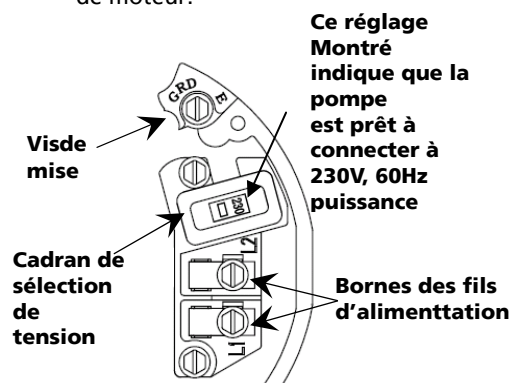
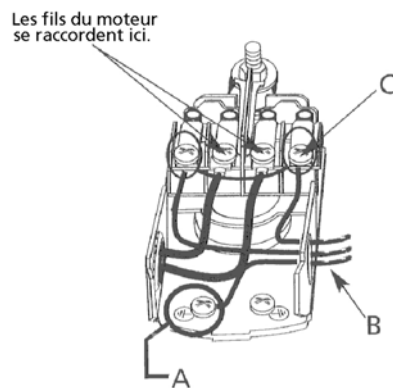

Figure 13- Tension réglée sur 230 volts, type à cadran
Figure 14- La série de tension à 230 Volts, Composer la Couverture de Typend
Votre plaque à bornes de moteur (placé sous le couvercle d'embout de moteur) devrait ressembler à celui sur le Figure 13.
2. Choisissez la position HAUTE de bouton pour 115V ou la position basse pour 230V, jusqu'à ce que 115 ou 230 montrés dans la fenêtre de cadran (voir le Figure 13).
En remplaçant le moteur, le contrôle qui télégraphie le diagramme sur la plaque moteur contre le diagramme, voir la Figure 13 à la page 15. S'ils ne sont pas le même, suivre le diagramme sur le moteur, voir la Figure 14.
1. Connecter le fil de masse premièrement selon Figure 13 à la page 14. Le fil de masse doit être un fil de cuivre solide au moins aussi grand que fils d'alimentation.
4. Connecter les fils d'alimentation au commutateur de pression selon la Figure 14.